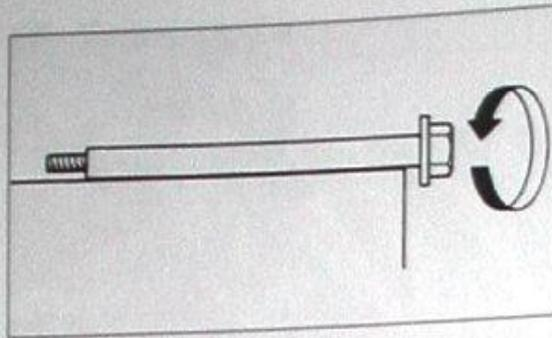

Bild 268
- ∇ Räder auf Zentrierständer lagern, Seiten- und Höhenschlag mit Messuhr prüfen (Verschleissgrenze jeweils 2,0 mm; Bild 268). Unrund laufende Räder richten lassen.